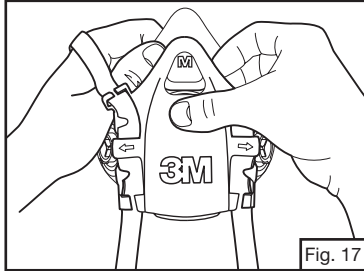

Fig. 17
3. Examine todas as peças plásticas e áreas de vedação quanto a sinais de trincamento ou desgaste e substitua se necessário. Retire a tampa da válvula de exalação e examine a válvula de exalação e seu assento quanto a sinais de sujeira, distorção, trincas ou rasgos. Substitua a válvula se necessário. Prenda a tampa da válvula antes de usar (Fig. 17).
1. Retire o Conjunto de Tirantes/Tampa da Válvula 3M™ 7581 puxando pela vedação facial (Fig. 17).
1. Retire o Conjunto Tampa da Válvula/Suporte 3M™ 7581, puxando para fora a partir da vedação facial (Fig. 17).
1. Retire o Conjunto Tampa da Válvula/Suporte 3M™ 7581 puxando para fora da vedação facial (Fig. 17).